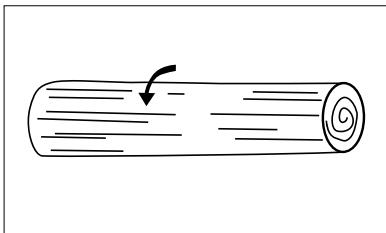

Рис. 20
1. У разі коли стовбур знаходиться на опорах по всій довжині, ведіть ланцюгову пилу зверху вниз і одночасно з цим стежте, щоб ланцюг не врізався в землю (рис. 20).